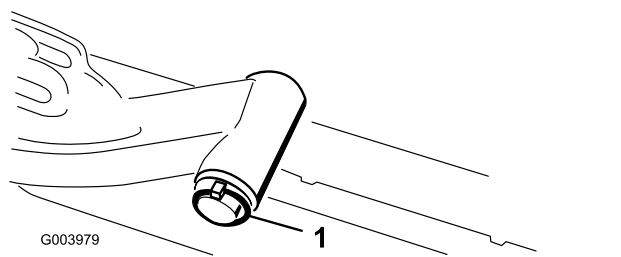

Рисунок 18
A. Снимите шплинт и шайбу, которые крепят ось поворота к подъемному рычагу, и снимите ось поворота с подъемного рычага (Рисунок 18).
- C. Вставьте ось поворота подъемного рычага в подъемный рычаг и зафиксируйте шайбой и шплинтом (Рисунок 18).